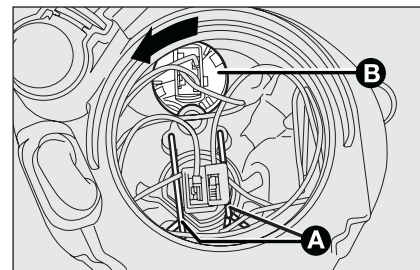

fig. 25
- ☐ desenganchar los dos muelles de sujeción de la lámpara A - fig. 25;
- ☐ girar hacia la izquierda el portalámparas **B**-fig. 25 y sacarlo;